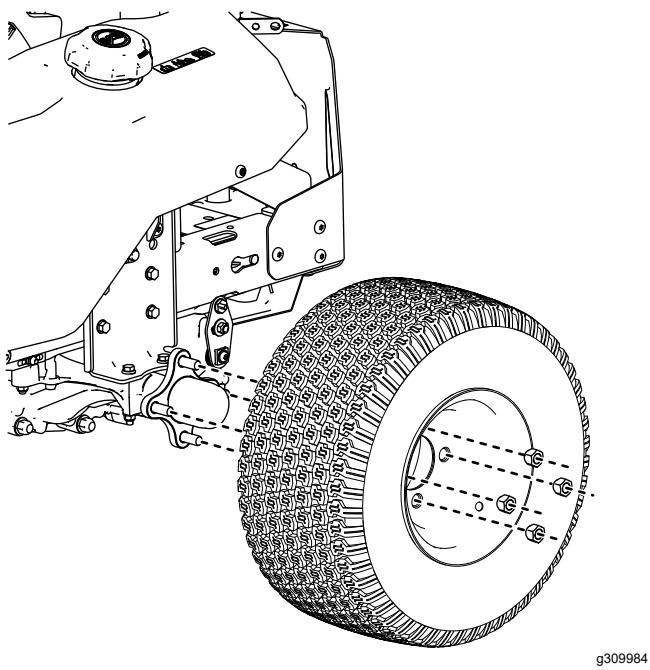

Figure 2
7. Déposez les roues arrière comme montré à la Figure 2.